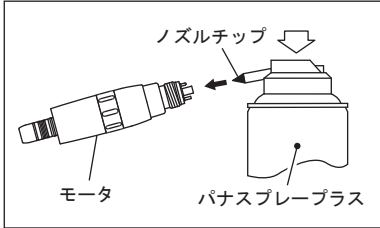

図 6
- 2) パナスプレープラスのノズル部にノズルチップを挿し込みます。（図6）